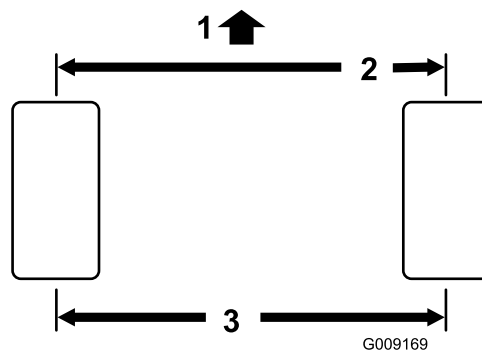

Рисунок 47
1. Измерьте межцентровое расстояние (на высоте моста) на передней и задней стороне рулевых колес. Результат переднего измерения должен быть на 3 мм меньше, чем результат заднего измерения (Рисунок 47).